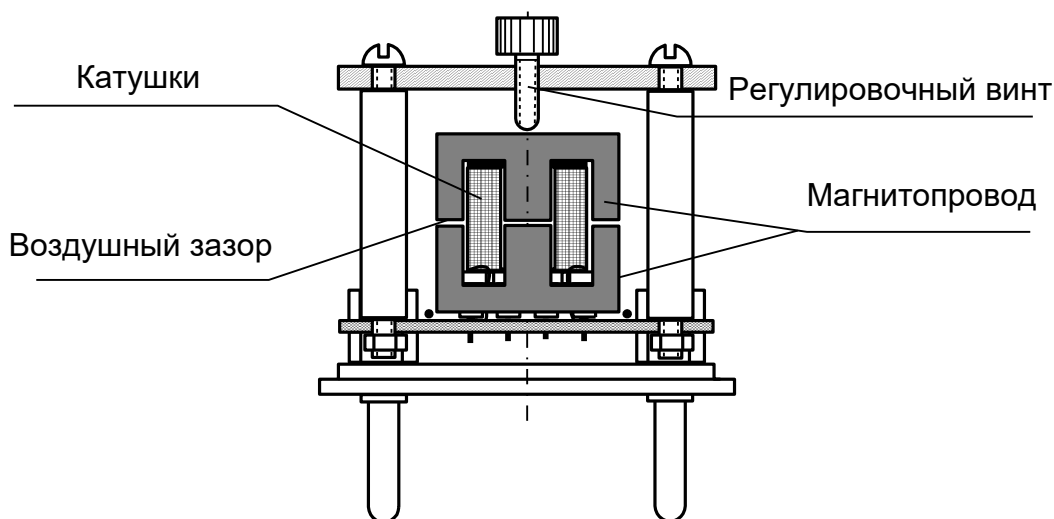

Рис. 1.6. Общий вид трансформатора
18. Миниблок **«Магнитная цепь»** (рис.1.6) представляет собой трансформатор с регулируемым зазором в магнитопроводе. Магнитопровод выполнен из двух Ш-образных ферритовых сердечников марки М2000НМ. На среднем стержне магнитопровода расположены две одинаковые обмотки (намагничивающая и измерительная) по 200 витков каждая. Зазор может регулироваться винтом, один оборот которого изменяет зазор на 0,5мм (шаг резьбы 0.5 мм). Для устранения перекоса сердечника рекомендуется в левый и правый зазоры вставить немагнитные прокладки (например, полоски бумаги) и осторожно от руки затянуть винт. Так, например, толщина бумаги «Снегурочка» для офисной техники 0,1 мм, толщина газетной бумаги - 0.05...0,06 мм.